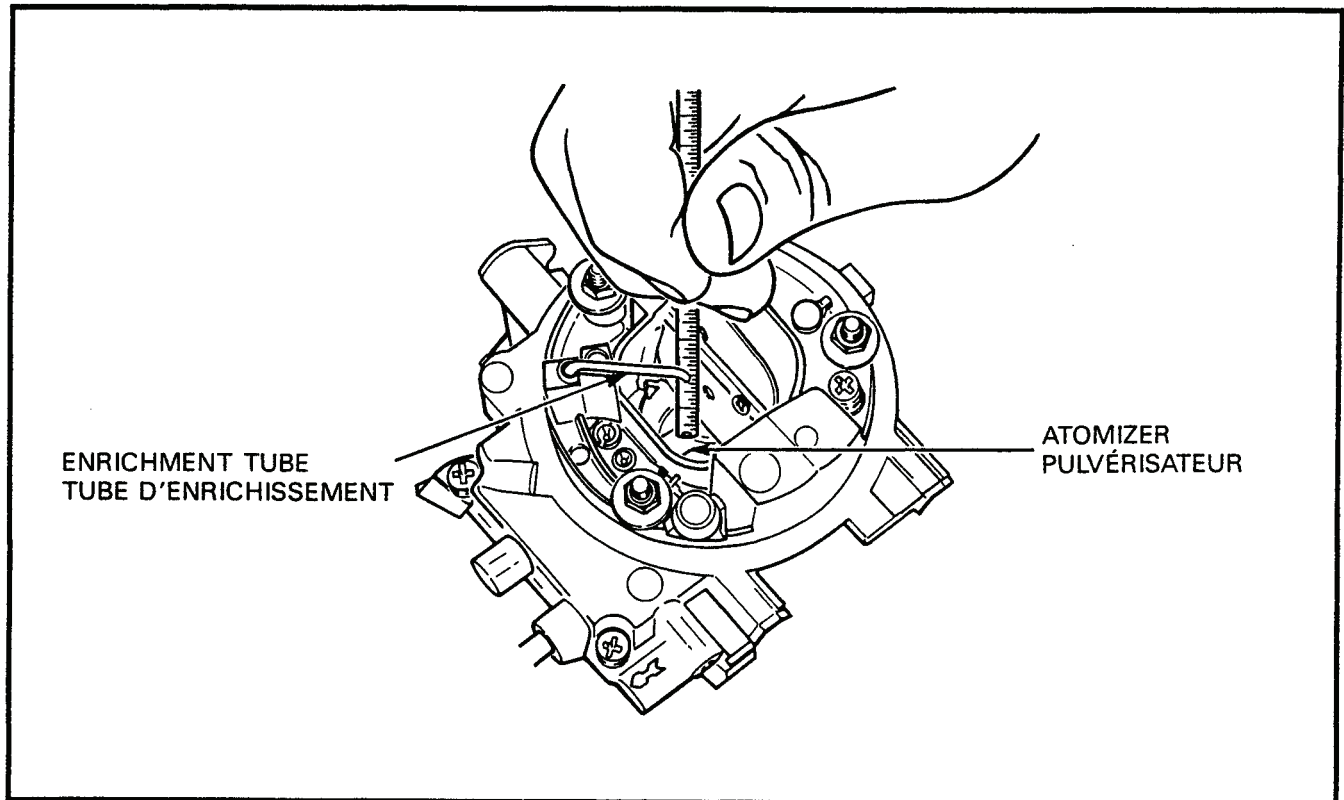

Figure 2-1-6 Carburetor Enrichment Tube Measurement
- (5) Fixer le ressort du pointeau (18) par-dessus le bras du flotteur.
- (6) Installer le flotteur (20) dans la partie supérieure en s'assurant que le pointeau s'ajuste au siège.
(7) Install the hinge pin (19) to secure the float to the top.	(7) Installer l'axe de charnière (19) pour fixer le flotteur à la partie supérieure du carburateur.
(8) Lubricate the choke bell crank (15) with lithium-based grease and ensure it operates freely.	(8) Lubrifier le levier coudé de l'étrangleur (15) avec de la graisse au lithium, et s'assurer qu'il se déplace librement.
(9) Place the choke cover (12) on the choke body (16). Ensure the spring fits over the bell crank (15), the operating lever (14) is to the left of the bell crank and the notch on the cover is aligned with the notch on the body.	(9) Placer le couvercle de l'étrangleur (12) sur le corps de l'étrangleur (16) en s'assurant que le ressort est placé au-dessus du levier coudé (15), que le levier de commande de (14) est à la gauche du levier coudé, et que l'encoche du couvercle est alignée avec l'encoche du corps de l'étrangleur.
(10) Install the three Phillips-head screws (13) and flat washers and tighten. Check to ensure there is spring tension on the operating lever when rotated clockwise.	(10) Installer les trois vis cruciformes (13) et rondelles plates, et serrer. S'assurer que la tension du ressort agit sur le levier de commande lorsqu'on le tourne dans le sens horaire.
(11) Hold the operating lever fully clockwise and install the pulldown unit (10) on the choke body.	(11) Retenir le levier de commande au bout dans le sens horaire et installer le dispositif anticalage (10) au corps de l'étrangleur.
(12) Install the roll pin (9) and the brass pin (17) to secure the pull-down unit to the body.	(12) Installer la goupille-ressort (9) et la goupille de laiton (17) pour retenir le dispositif anticalage au corps de l'étrangleur.
(13) Position the choke on the carburetor top, ensuring the linkage rod (8) goes into the nylon connector of the bell crank (15).	(13) Placer l'étrangleur sur la partie supérieure du carburateur en s'assurant que la barre d'accouplement (8) passe dans le raccord de nylon du levier coudé (15).
(14) Secure the choke body with three Phillips-head screws (11) and lock washers.	(14) Fixer le corps de l'étrangleur au moyen de trois vis cruciformes (11) et des rondelles-frein.
(15) Measure the distance between the end of the enrichment tube (3) and the top of the atomizer, see Figure 2-1-6. The distance should be 24 mm. If necessary, bend the tube up or down until the distance between the tube and atomizer is correct.	(15) Mesurer la distance séparant l'extrémité du tube d'enrichissement (3) et le haut du pulvérisateur, voir figure 2-1-6. Cette distance devrait être de 24 mm. Au besoin, recourber le tube vers le haut ou vers le bas pour obtenir la distance désirée entre le tube et le pulvérisateur.